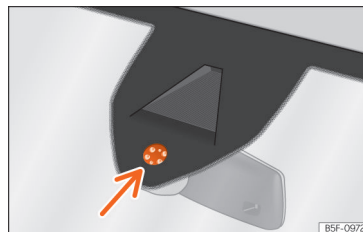

Abb. 76 Sensitive Fläche des Regensensors.
Mögliche Ursachen für Störungen und Fehlinterventionen im Bereich der sensitiven Fläche »» (Abb. 76) des Regensensors sind u.a.:
• **Schmutz:** Trockener Staub, Wachs, Scheibenbeschichtungen (Lotuseffekt) oder Waschlösungsmittelrückstände (Waschstraße) können den Regensensor tendenziell unempfindlicher machen oder später, langsamer oder gar nicht mehr reagieren lassen. Die Sensorfläche des Regensensors »» (Abb. 76) (Pfeil) regelmäßig reinigen und die Scheibenwischerblätter auf Beschädigungen prüfen.